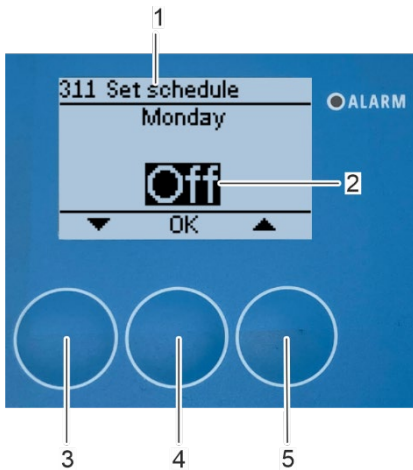

Abbildung 154: Wählen Sie die Tage für eine automatische Reinigung aus
⇒ Das Untermenü „311 Einrichtung des Planers“ erscheint auf dem Bildschirm (Abbildung 154/1).
- Drücken Sie die Pfeiltaste [nach oben] (Abbildung 154/5) an den Tagen, an denen das Rotorreinigungsgerät eine automatische Reinigung durchführen soll.
Wenn das Rotorreinigungsgerät an dem gewählten Tag keine automatische Reinigung durchführen soll, bestätigen Sie die Auswahl [Aus] (Abbildung 154/2) mit [OK] (Abbildung 154/4). Der Planer wechselt zum nächsten Wochentag.